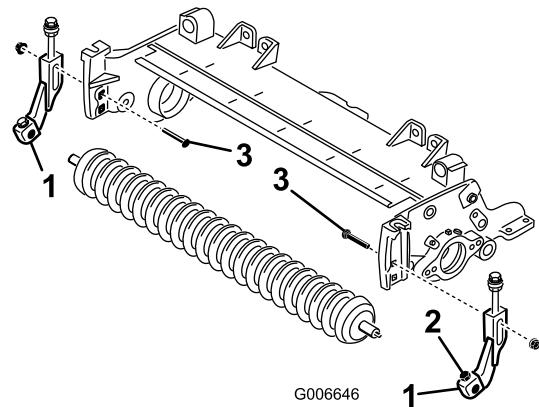

Figura 20
15. Instale, sem apertar, os novos suportes, direito e esquerdo, de altura de corte, no rolo dianteiro existente, com novos parafusos 5/16 x 1-1/8 pol. e as porcas de retenção, de cabeça flangeada, de 5/16 pol. Coloque os suportes de altura de corte conforme mostrado na figura Figura 20.
16. Utilizando o orifício quadrado superior em cada placa lateral, monte, sem apertar, os suportes de altura de corte nas placas laterais da unidade de corte, com os parafusos de carroçaria previamente removidos e novas porcas flangeadas de 3/8 polegadas, colocando as peças de acordo com a figura Figura 20.
18. Centre o rolo entre os suportes e fixe-o nos suportes, com os parafusos e porcas de retenção (Figura 20).